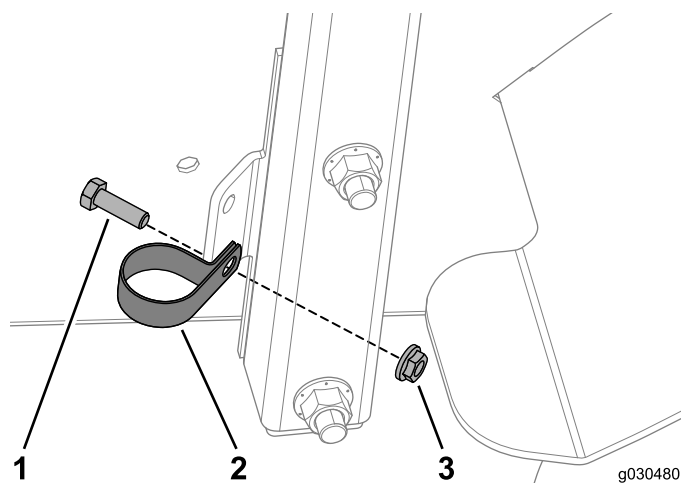

図 49
1. アクセサリ用ブラケットに、Rクランプをひとつ取り付ける機体右側にあるボルト5/16 x 3/4 インチとフランジナットを使用する 図 49。